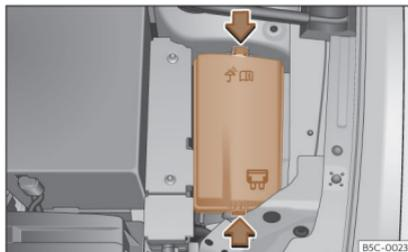

Fig. 48 Nel vano motore: coperchio della scatola dei fusibili.
- Premere le linguette di blocco per sbloccare il coperchio della scatola dei fusibili »» **fig. 48**.